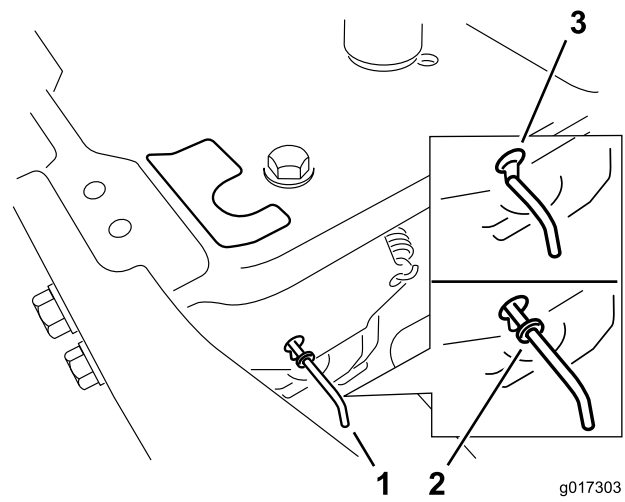

Figura 23
4. Mova as alavancas de derivação para a frente através do orifício da chave e para baixo para as bloquear no lugar, como se mostra em Figura 23 . Certifique-se de que isto é feito para cada alavanca.
Mova as alavancas de derivação para trás através do orifício da chave e para baixo para as bloquear no lugar, como se mostra em Figura 23 . Certifique-se de que isto é feito para cada alavanca.